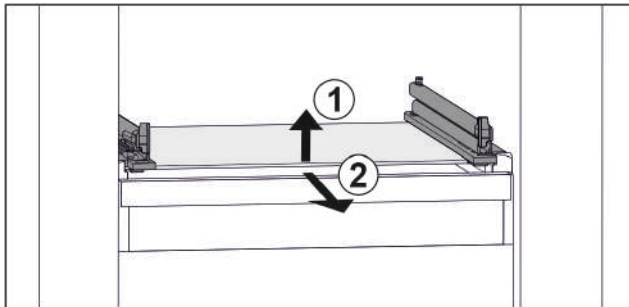

Fig. 26 Beispielhafte Darstellung der Glasplatte
- ▶ Glasplatte vorne anheben. Fig. 26 (1)
- ▶ Glasplatte nach vorne entnehmen. Fig. 26 (2)